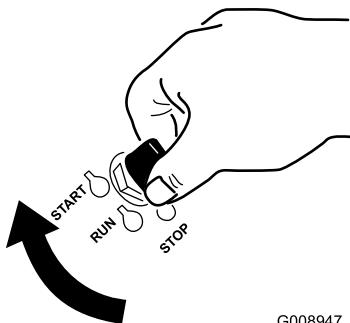

Figura 24
6. Gire la llave de contacto a la posición de ARRANQUE (Figura 24).